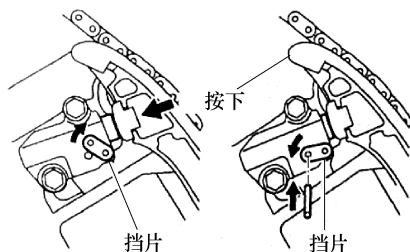

图 1-242 固定张紧器挡片
① 如图 1-242 所示，向上转动张紧器挡片时，将链条张紧器推入柱塞中。